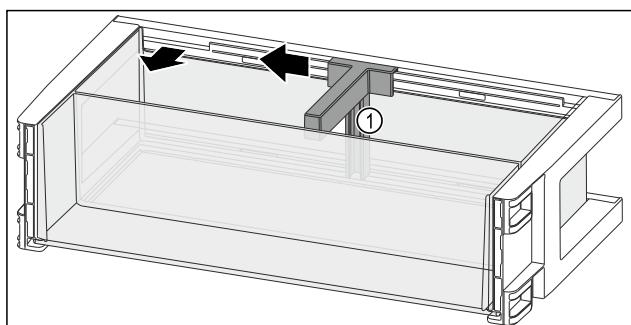

Fig. 140
- ▶ 将瓶托 Fig. 140 (1)推至槽边。
- ▶ 取出瓶托 Fig. 140 (1)。